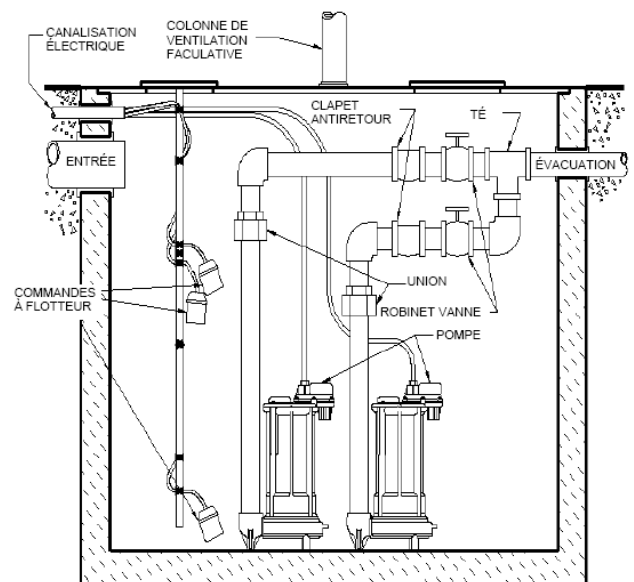

Fig. 3 – Installation type du système double
- B. **Systèmes doubles (deux pompes) (voir fig. 3) :** Placer les deux pompes au fond du bassin. La commande double utilisée comprendra 3 ou 4 flotteurs qui seront soit fixés à un tuyau d'évacuation ou encore à une tige indépendante ou à un support. Suivre les